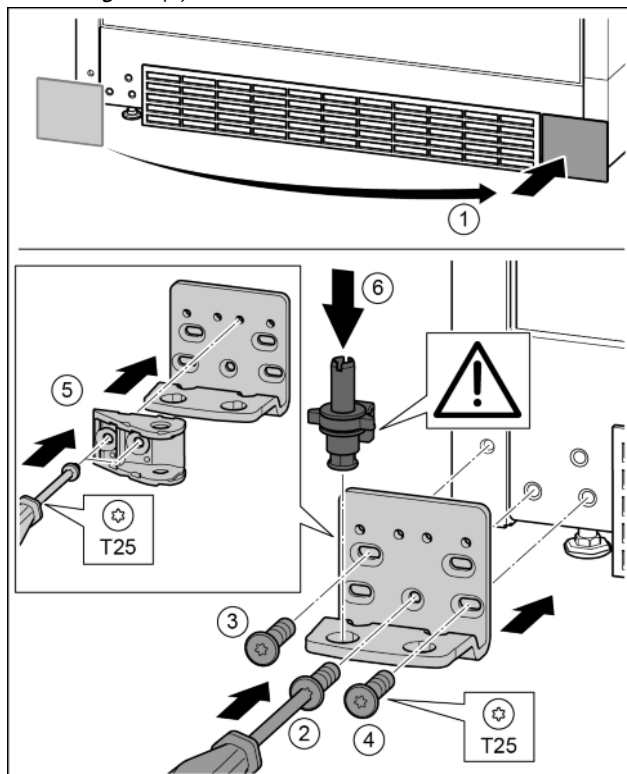

Fig. 31
- ▶ Снять крышку и поставить с другой стороны. *Fig. 31 (1)*
- ▶ Установить опорный кронштейн с другой стороны и прикрутить с помощью отвертки T25. Начинать с винта 2 в центре. *Fig. 31 (2)*
- ▶ Затянуть винты 3 и 4. *Fig. 31 (3, 4)*
- ▶ Повернуть соединительный элемент амортизатора закрывания дверей на 180°. Прикрутить с другой стороны опорного кронштейна с помощью отвертки T25. *Fig. 31 (5)*
- ▶ Снова установить опорный палец в сборе. При этом следить за тем, чтобы выступ фиксатора был направлен назад. *Fig. 31 (6)*